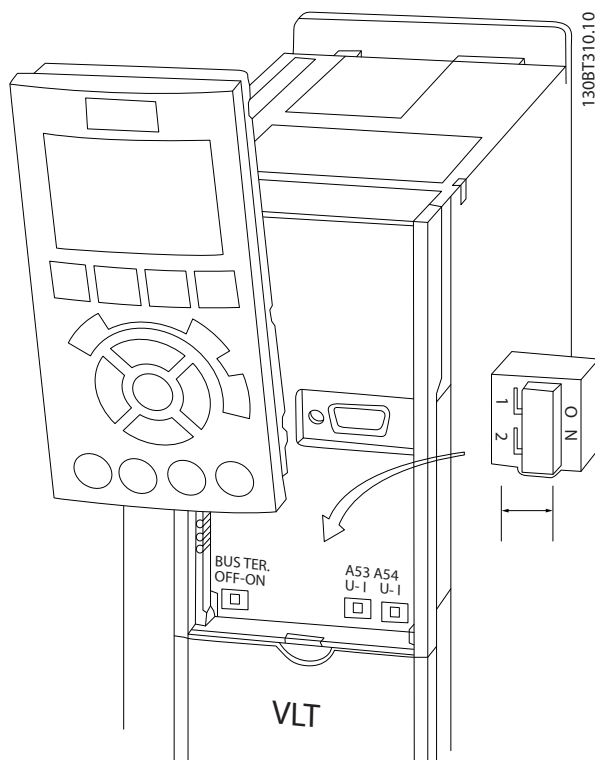

Ilustración 2.21 Ubicación de los interruptores y del interruptor de terminación de bus de los terminales 53 y 54
- Puede accederse a los conmutadores cuando se ha retirado el LCP (consulte la *Ilustración 2.21*).